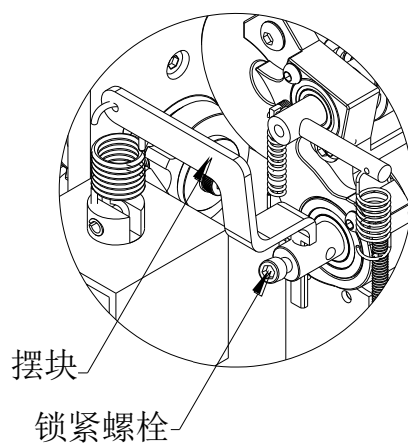

图 3-6
- ②. 紧度的调整：在开关盒上，有一电位器旋钮，标识“TENSION”，顺时针方向转则较紧。若按钮刻度调到很大还不能捆紧，则须把摆块向上抬，加大力量如图 3-6。